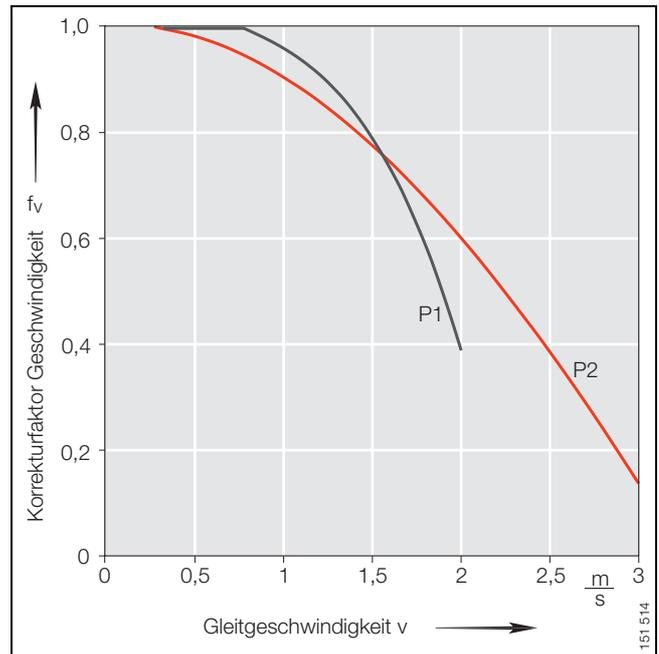

Bild 5 · Korrekturfaktor Gleitgeschwindigkeit f_v , Permaglide® P1, P2
Korrekturfaktor Gleitgeschwindigkeit, Bild 5, Seite 15
- Korrekturfaktor Gleitgeschwindigkeit f_v , Bild 5, Seite 15